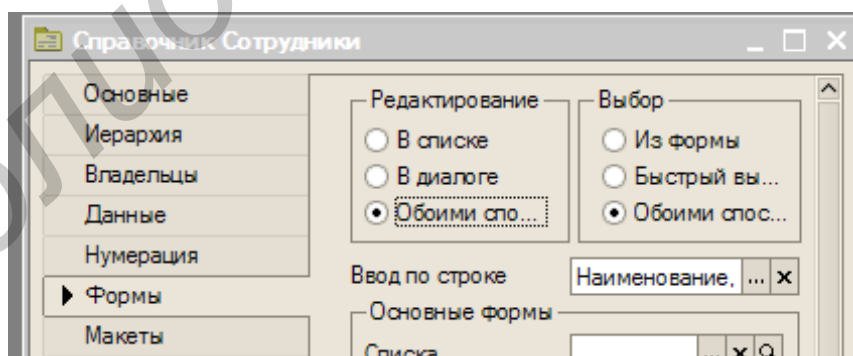

Рис. 4.11. Изменение варианта редактирования
4. Перейдите на закладку «Формы» и установите соответствующий переключатель (рис. 4.11):